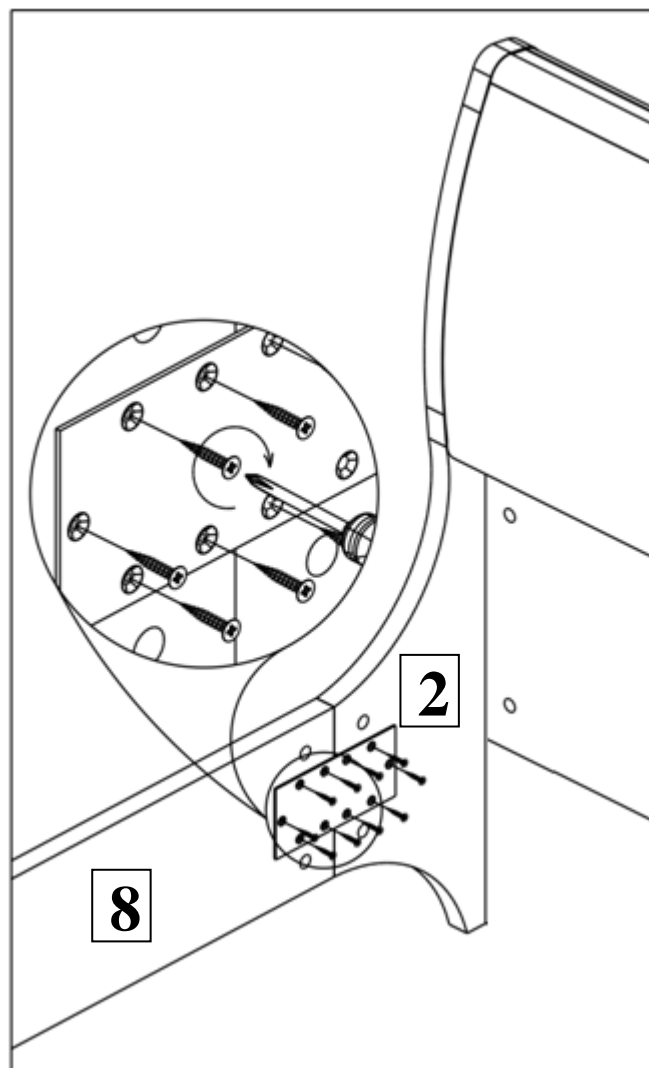

Рисунок 10.
10. Шурупами 4x20 потай прикрепите пластину к деталям (поз. 8, 2). Аналогично прикрепите пластину к деталям (поз. 7, 3). См. рисунок 10.